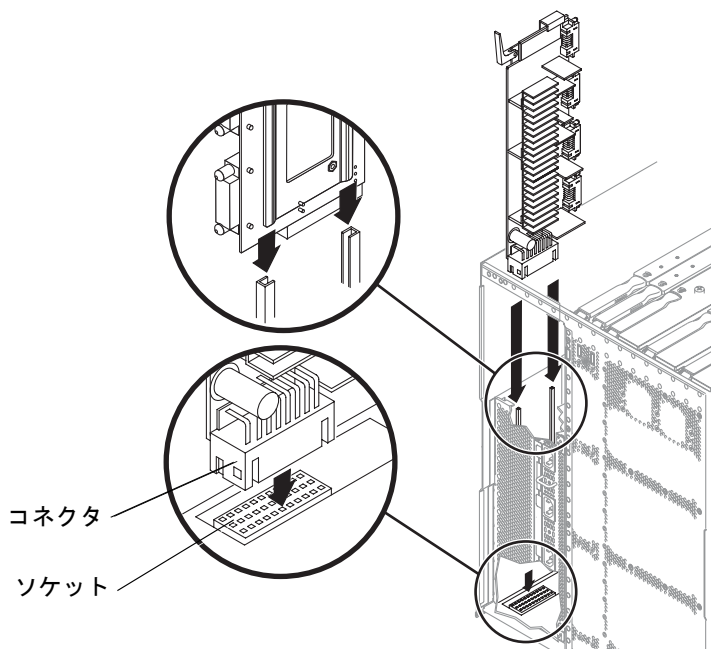

図 8-7 配電盤の挿入
5. 配電盤をカードガイドに合わせます。ベースプレーンとかみ合うように、配電盤をゆっくりと差し込みます (図 8-7)。